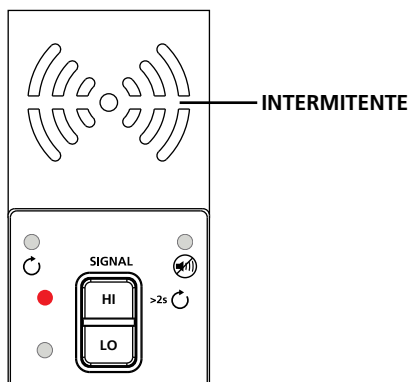

Figura 3.1c: Indicador do transmissor a exibir sinal no modo ALTO
3. Selecione o modo de sinal ALTO pressionando o botão HI para a maioria das aplicações. O visor do transmissor será apresentado tal como na Figura 3.1c. O indicador LED começará a piscar rapidamente.